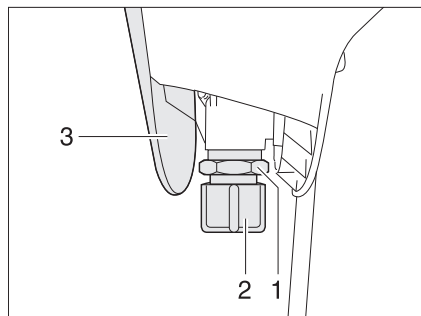

Fig. 162 Vanne toilette à aspiration
- Retirer le couvercle (Fig. 162,3).
- Dévisser le capuchon de fermeture (Fig. 162,2).
- Placer un récipient approprié sous la vanne (Fig. 162,1).